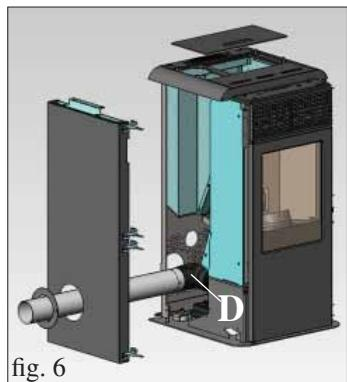
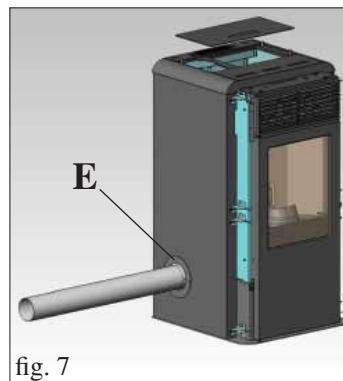

fig. 6
fig. 7
Montar o cotovelo de junção com faixa fornecidos em dotação na boca da saída fumos (D - fig. 6). Ligar o tubo saída fumos lateral (não em dotação) ao cotovelo de junção acima referido.
Retirar o diafragma pré-cortado pelo lado em chapa para permitir a passagem do tubo saída fumos (não em dotação) (fig. 6). Completar a operação fixando o florão de fecho em dotação (E - fig.7) através dos parafusos em dotação, após ter montado a parte lateral em metal.
Verificar o alinhamento vertical das partes laterais em cerâmica (C) e efetuar eventuais regulações através dos parafusos postos sobre o elemento de cobertura (V - fig. 5) e, no interior da sala-mandra, através dos parafusos (R - fig. 6/7).
Importante: antes de efetuar a operação retirar o painel zinchado (Z - fig. 6/7) em ambos os lados e afrouxar os parafusos de travamento (T - fig. 6/7).